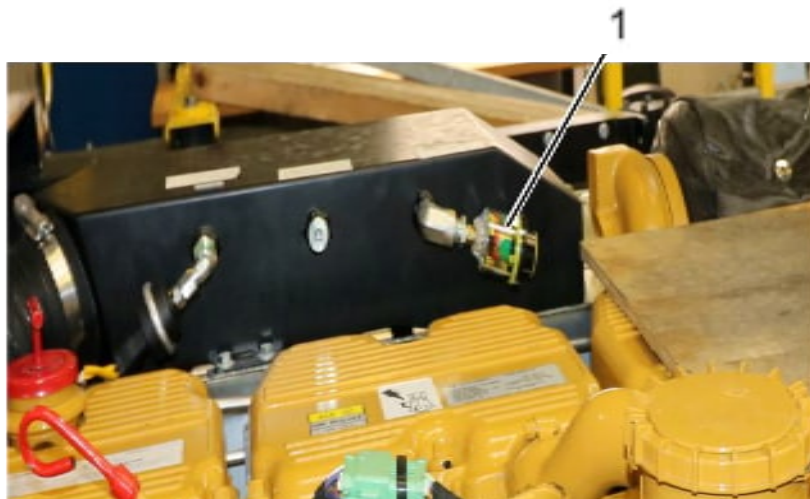

Abb. 16: Verschmutzungsanzeige Luftfilter (M1)
Seitlich am Luftfiltergehäuse des M1 befindet sich eine Verschmutzungsanzeige, die einen verschmutzten Luftfilter anzeigt, siehe Abb. 16 (1).